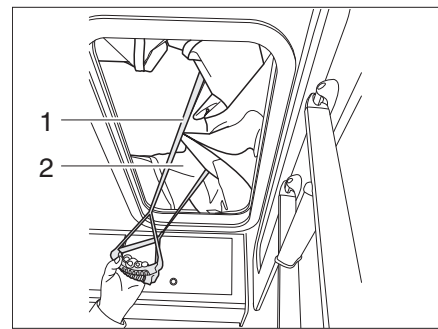

Bild 51 Aufstelldach schließen
- Gummizüge im Aufstelldach schließen damit die Stoffbälge (Bild 51,2) nicht eingeklemmt werden.
- Aufstelldach an den Ziehvorrichtungen (Bild 51,1) nach unten ziehen.